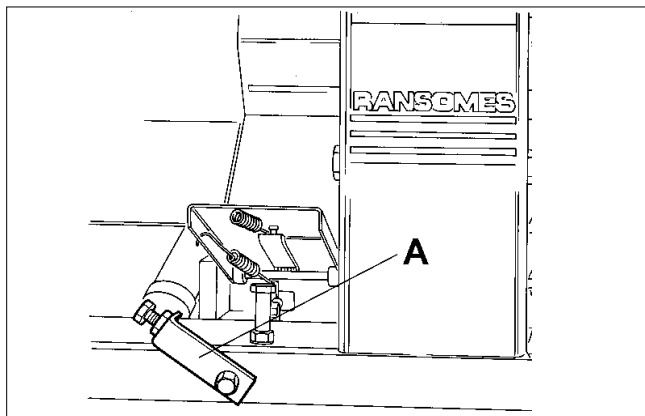

Fig.15
1. Rotate the Traction pedal stop (A Fig.15) to give the pedal full movement for forward travel..
1. Ruotare l'arresto del pedale della trazione (A Fig.15) per consentire il massimo movimento del pedale per la marcia in avanti.